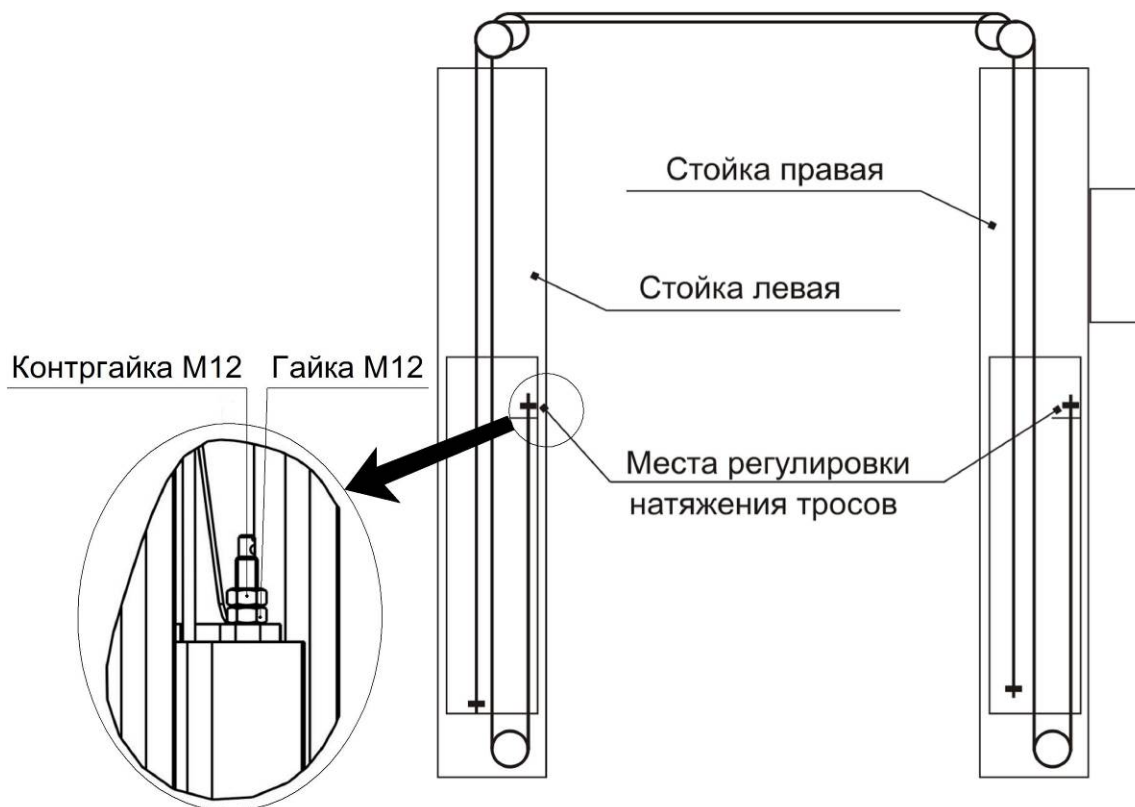

Рисунок 6.5 - Схема запасовки синхронизирующих тросов
6.7 Поднять погрузчиком или другими подъемными средствами каретки 4 и установить на защелки 14 (на высоте около 400 мм от пола). Установить тросы системы синхронизации кареток (рисунок 6.5).